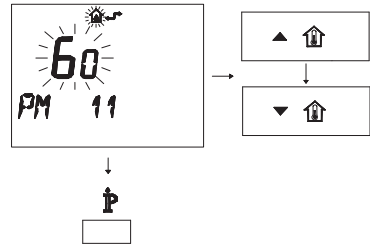

Figura 5.37
- Per modificare il SET programmato agire sui pulsanti **▲** **↑** o **▼** **↓** e aspettare che il numero programmato cominci a lampeggiare (Figura 5.37). Ogni passo incrementato o decrementato corrisponde a 1 secondi.